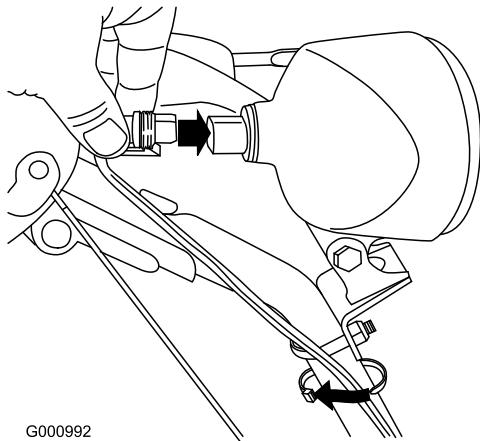

Figure 17
1. Branchez directement le connecteur qui est au bout du fil à l'arrière du phare et enfoncez-le bien en place (Figure 17).
2. Attachez un serre-câble (pris dans le sachet de pièces détachées) autour du câble et du guidon à environ 2,5 cm au-dessous de l'étrier fileté (Figure 17).